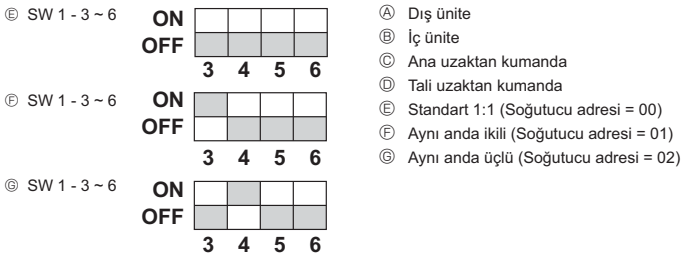

Fig. 10-1
10. Sistem kontrolü (Fig. 10-1)